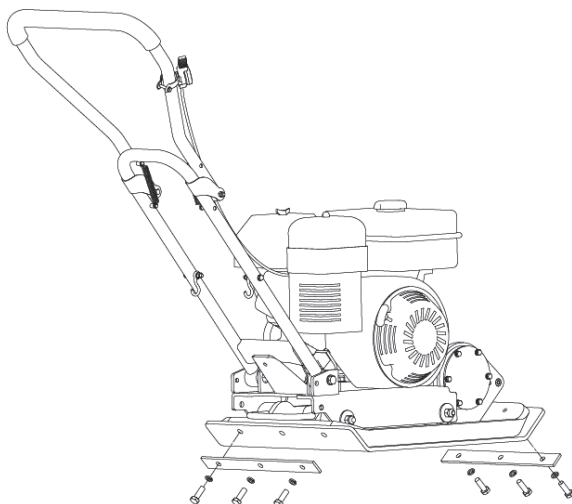

Рисунок 6. Схема встановлення на віброплиту захисної демпферної накладки («килимка»).
3. Для запобігання сколів або пошкодження поверхні каменів під час ущільнення бруківки використовувати для робочої плити спеціальну захисну демпферну накладку («килимok»), який до комплекту поставки не входить (рис. 6).